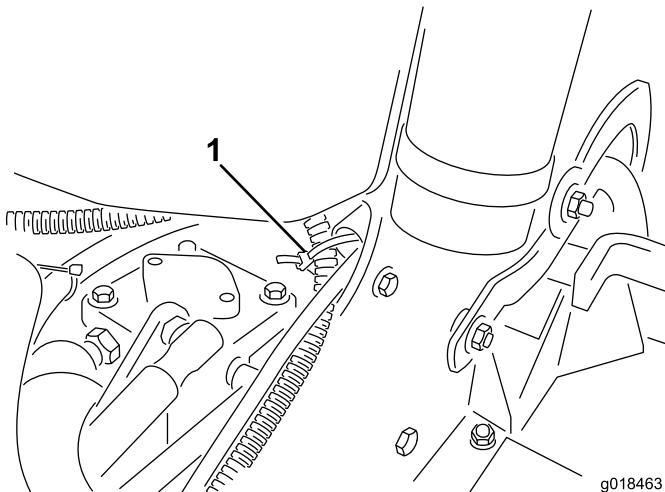

Figure 31
12. Avec un serre-câble, attachez le faisceau de câblage du groupe de refroidissement au collier en R situé dans le coin avant inférieur gauche de la tour de commande (Figure 31).